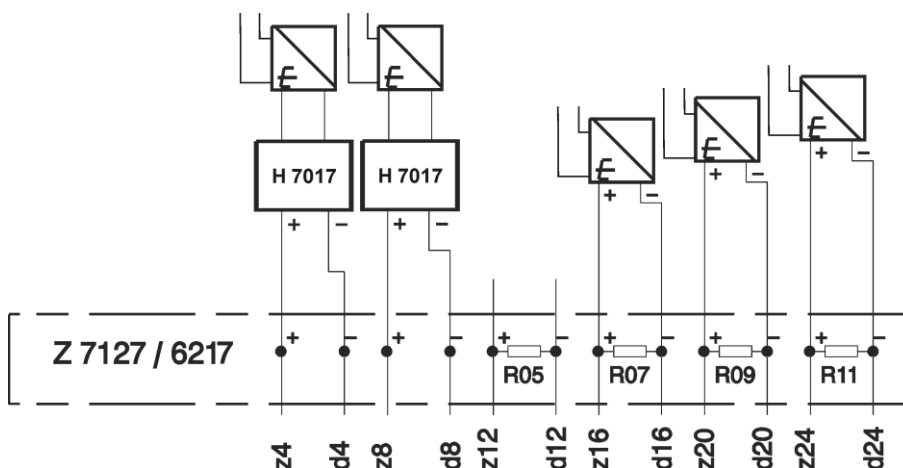

Рис. 3: Применение с кабельным штекером Z 7127/6217 с модулями H 7017 вместо шунтов
- Z 7127 / 6217 / C.. / I см. Рис. 3 или